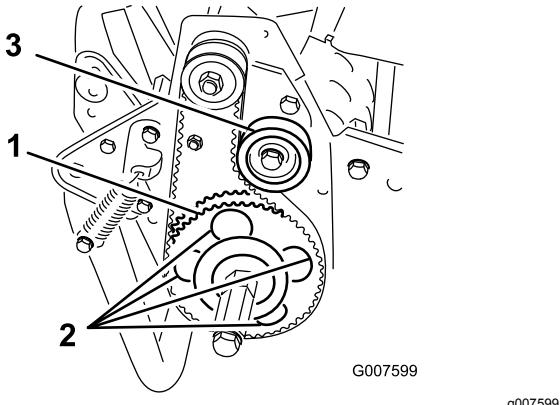

Bild 51
7. Drehen Sie die Antriebsscheibe, bis die Löcher mit den vier Bundscheiben des Rollenlagers ausgerichtet sind (**Bild 51**).
11. Stellen Sie die Riemenspannung ein, und ziehen Sie die Befestigungsschraube der Spannscheibe an (**Bild 51**).